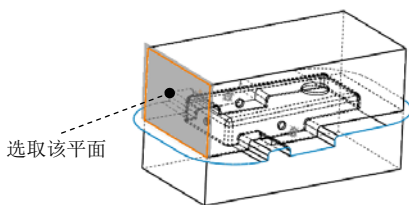

图 10.7.14 草图基准面
Step2. 选取草图基准面。选取图 10.7.14 所示的表面为草图基准面。